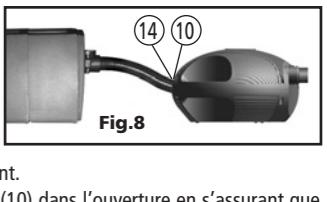

Fig.8
- 3) Insérer l'adaptateur pour appareils éloignés (10) dans l'ouverture en s'assurant que l'adaptateur est convenablement installé sur les deux montants (fig. 8).
- 5) Raccorder le boîtier de la pompe au filtre à l'aide d'un tuyau flexible (non inclus) et d'un raccord auto-bloquant (fig. 8).